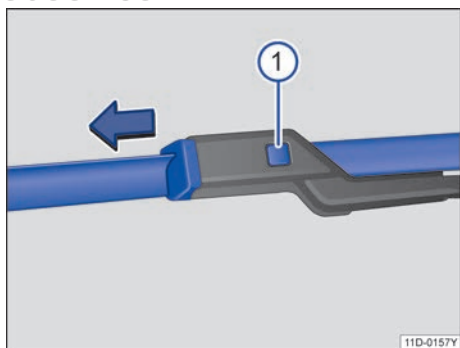

图 135 更换风窗刮水器刮水片
- 按住→图 135 分离按钮 ① 同时沿图示箭头方向拉出刮水片。